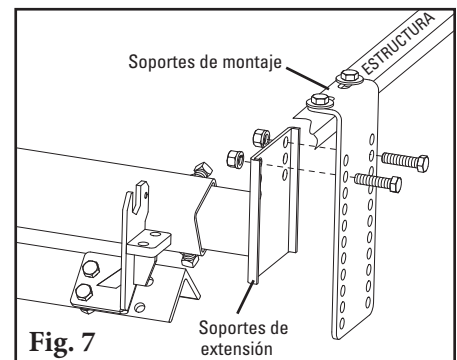

Fig. 7
9. **Levante el extremo del marco principal** y adjunte el soporte de extensión al soporte de montaje (Fig. 7). Asegúrese de que el marco principal está centrado en los soportes de extensión (la misma longitud de los extensores que se muestran en los dos lados) (Fig. 7a).